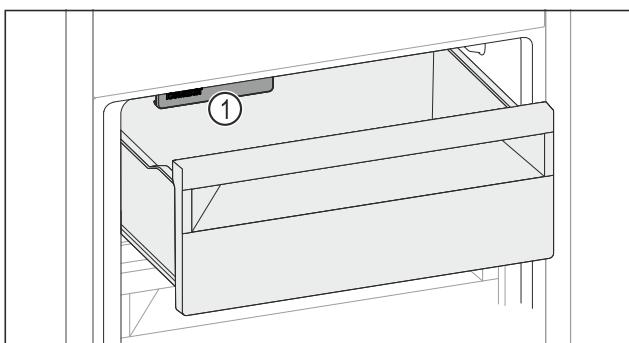

Fig. 155
▶ Внимавайте за IceMaker Fig. 155 (1).